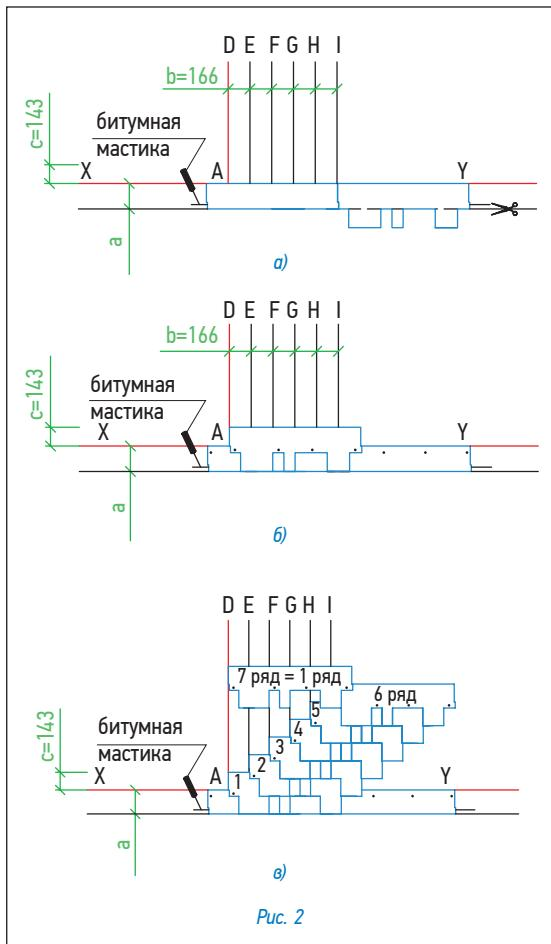

Рис. 2
Каждый лист черепицы крепится 4 гвоздями в штатных местах (ось гвоздей на линии битумных kleевых полос) таким образом, чтобы гвоздь прошивал и верхний край нижележащего листа черепицы (рис. 2б).
Укладка материала (рис. 2)
- Начальный ряд формируется из специальной коньково-карнизной черепицы, либо из листов черепицы с обрезанными лепестками. Элементы начального ряда укладываются по линии карниза в обе стороны от линии I (рис. 2а) и фиксируются по нижнему краю битумной мастики, а по верхней кромке 4 гвоздями (ось гвоздей на 5 см ниже верхнего края полосы);
- далее первый ряд черепицы укладывается от линии AD (рис. 2б);
- второй ряд укладывается от линии Е (со смещением 16,6 см от AD) (рис. 2в);
Каждый лист черепицы крепится 4 гвоздями в штатных местах таким образом, чтобы гвоздь прошивал и верхний край низлежащего листа черепицы (рис. 2в).